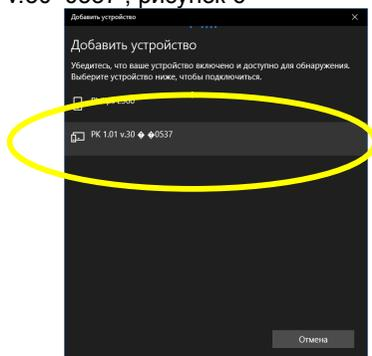

Рисунок 6
3.6 Если операционная система вашего ПК обнаружит регистратор, в строке появится иконка с названием и зав. № регистратора, например РК1.01 v.30 0537, рисунок 6